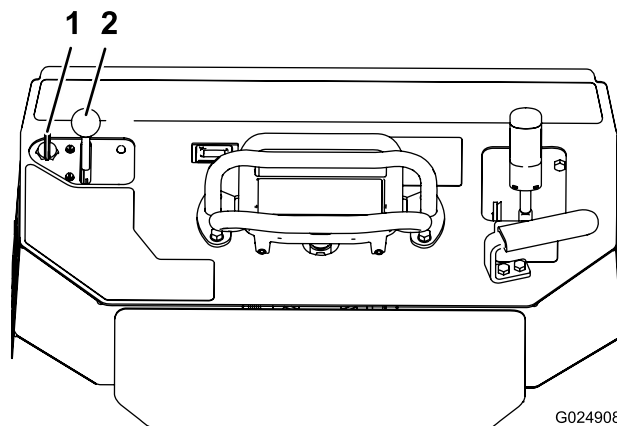

Figure 19
1. Réglez la commande d'accélérateur à mi-course entre les positions bas et haut régime (Figure 19).
2. Tournez la clé de contact en position contact (Figure 19). Relâchez la clé quand le moteur démarre.
3. Réglez la commande d'accélérateur à la position voulue (Figure 19).
2. Placez la commande d'accélérateur à la position bas régime (Figure 19).
3. Tournez la clé de contact en position Arrêt (Figure 19).